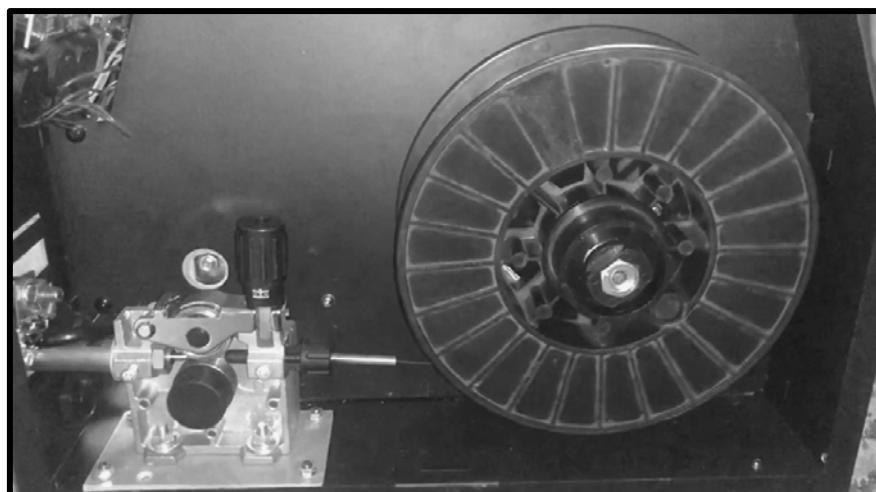

Рис.9
- Пассатижами или бокорезами откусите изогнутый кончик проволоки. Вставьте конец проволоки в приёмный канал механизма протяжки, протащите проволоку через ролик и вставьте в приёмный механизм горелки примерно на 15-20см (Рис.6 и Рис.9).